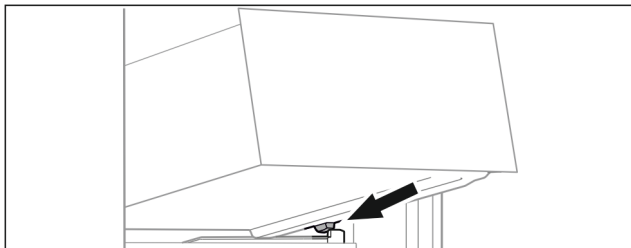

Fig. 33
- ▶ Nasadte zásuvku šikmo za zarážky na žebrování na nádoby. (viz Fig. 33)